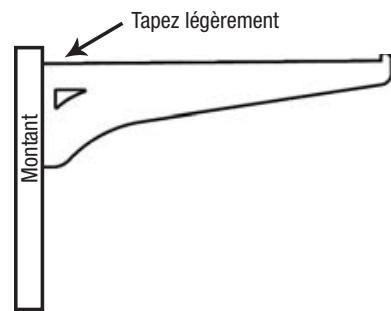

Figure 2
ÉTAPE 3: Une fois les montants installés, insérez chaque support simple de 8 po à la hauteur désirée et tapez-les légèrement en place à l'aide d'un marteau, tel qu'ilustré à la **Figure 2**.